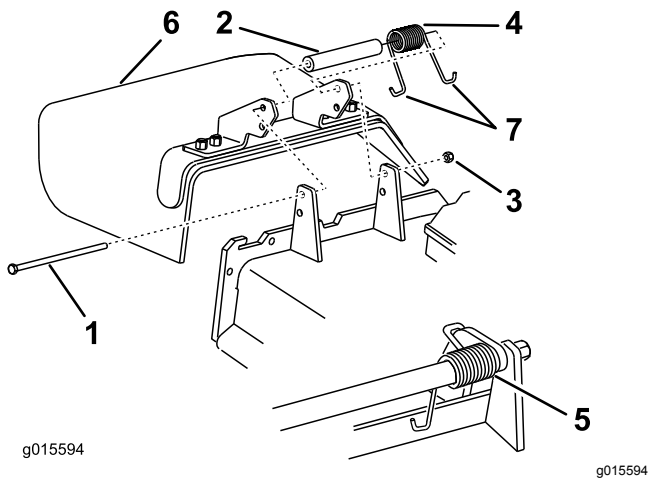

Figura 114
1. Retire la contratuerca, el perno, el muelle y el espaciador que sujetan el deflector a los soportes de pivote (Figura 114).
2. Retire el deflector de hierba dañado o desgastado (Figura 114).
**Nota:** Asegúrese de colocar un extremo con gancho en **J** del muelle detrás del reborde de la carcasa antes de instalar el perno, según se muestra en Figura 114.
6. Coloque 1 extremo en **J** del muelle alrededor del deflector de hierba (Figura 114).